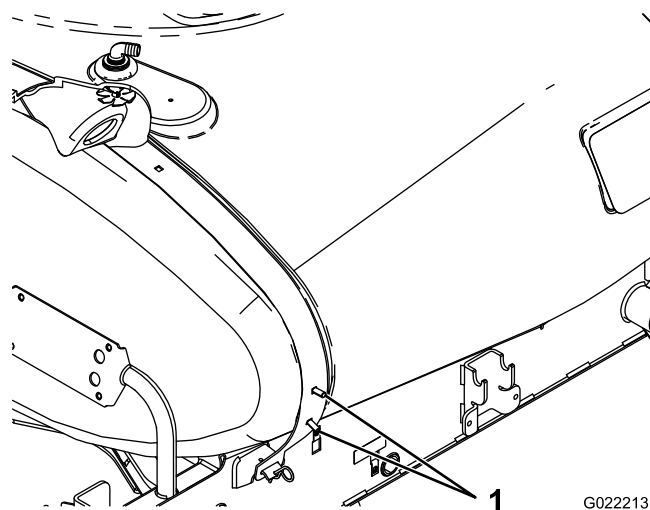

Figura 8
2. Instale 2 parafusos de carroçaria nos furos interiores no lado direito da correia traseira do depósito (Figura 8).